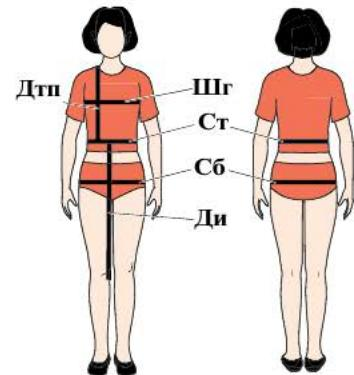

Рис. 6.30. Мерки для построения чертежа фартука
1. Работайте в паре. Поочерёдно снимите друг с друга мерки (рис. 6.30), необходимые для построения чертежа фартука, используя таблицу 6.3.